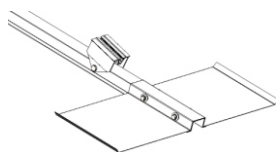

fig.7
b. Pozitionati placa de fixare ⑨, fiecare placa se fixeaza cu 4 suruburi autofiletante. (fig.7)